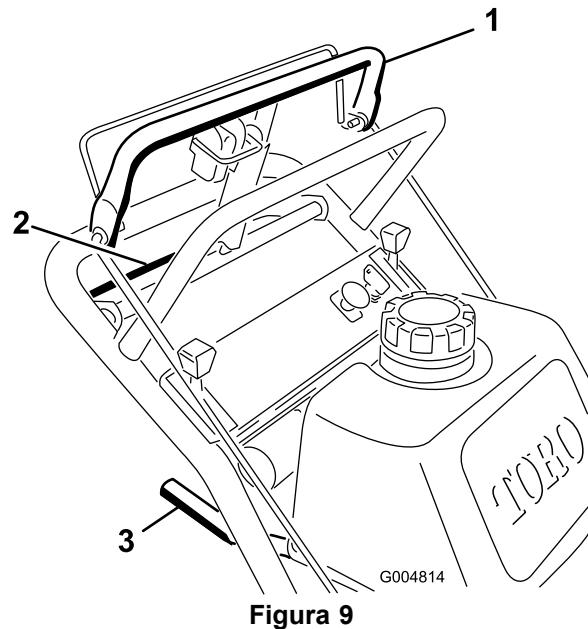
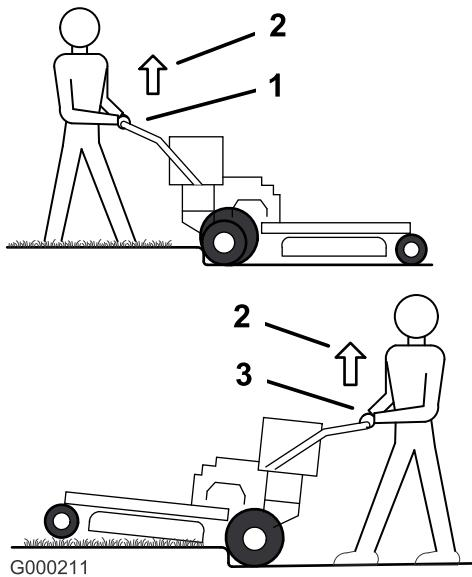

Figura 9
Figura 10
1. Para ir hacia adelante, mueva la palanca de cambio a una marcha hacia adelante (Figura 9).
3. Presione lentamente la barra de control superior para ir hacia adelante (Figura 9).
Para ir en línea recta, aplique la misma presión a ambos extremos de la barra de control superior (Figura 9).
Para girar, libere la barra de control superior en el sentido en que desea girar (Figura 9).
3. Apriete lentamente la barra de control inferior y el manillar para ir hacia atrás (Figura 9).
3. Haga avanzar la máquina hasta que las ruedas giratorias toquen el bordillo (Figura 10).
4. Levante la parte delantera de la máquina empujando hacia abajo en el manillar (Figura 10).
5. Haga avanzar la máquina hasta que las ruedas de tracción toquen el bordillo (Figura 10).
6. Baje la parte delantera de la máquina (Figura 10).
7. Al mismo tiempo, engrane la barra de control inferior y levante el manillar para pasar el bordillo (Figura 9 y Figura 10).
3. Haga retroceder la máquina hasta que las ruedas de tracción toquen el bordillo (Figura 10).
4. Al mismo tiempo, engrane la barra de control inferior y levante el manillar inferior (Figura 9 y Figura 10).